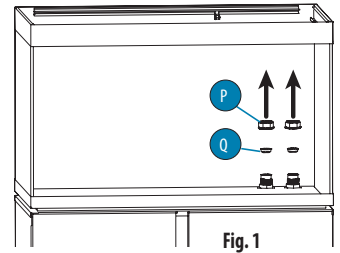

Fig. 1
1. Dévisser manuellement le bouchon (P) et retirer le bouchon (Q) de l'ouverture (O) (Fig. 1).
1. Dévisser manuellement le bouchon (P) et retirer le bouchon (Q) de l'ouverture (I) (Fig. 1).